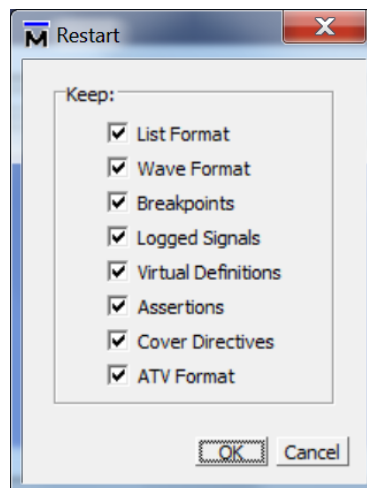

Figura 32
2. En la ventana que aparece (figura 32), pulse el botón **OK**.